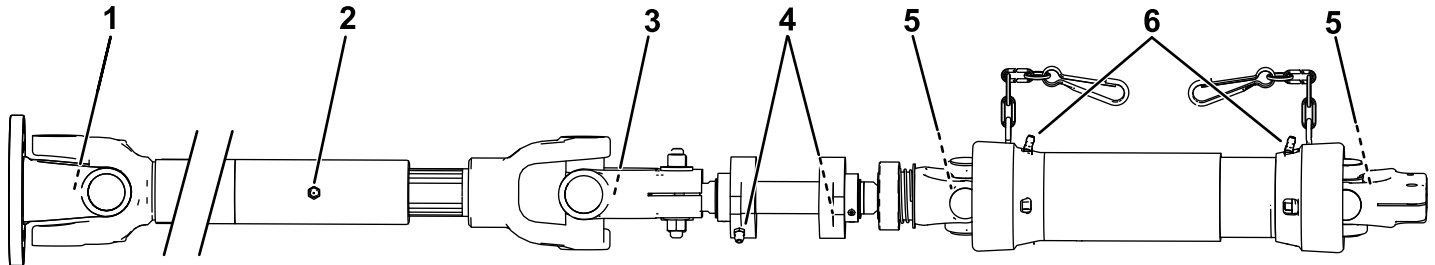

Figura 23
2. Există 9 puncte de lubrifiere; consultați autocolantul cu privire la service al setului de montare sau Figura 23.